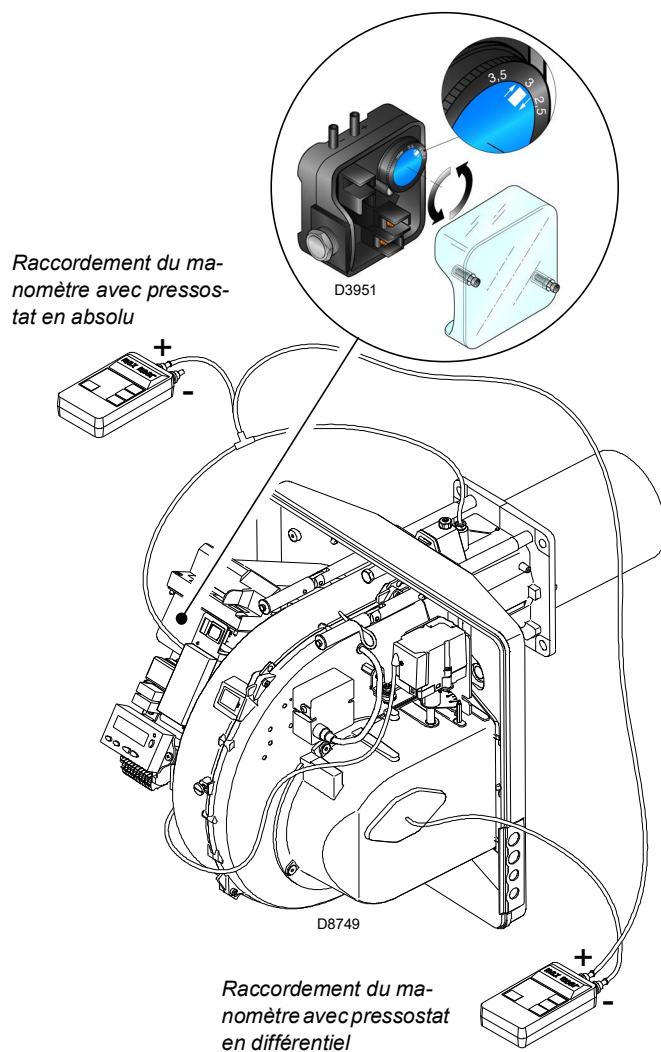

Fig. 27
- Régler le pressostat air (Fig. 27 à la page 31) au début de la graduation.
Régler le pressostat air (Fig. 27) après tous les autres réglages du brûleur avec le pressostat à air réglé au début d'échelle.
L'encombrement du brûleur est indiqué dans la Fig. 27. La configuration standard est celle du pressostat de l'air raccordé en absolu. A remarquer la présence d'un raccordement en «T» non fourni.
Dans certaines applications en fortes dépressions, le raccordement du pressostat ne lui permet pas de commuter. Dans ce cas il est nécessaire de raccorder le pressostat dans le mode différentiel, en appliquant un deuxième petit tuyau entre pressostat air et bouche d'aspiration du ventilateur. Dans ce cas il faut également connecter en mode différentiel le manomètre, comme indiqué sur la Fig. 27.